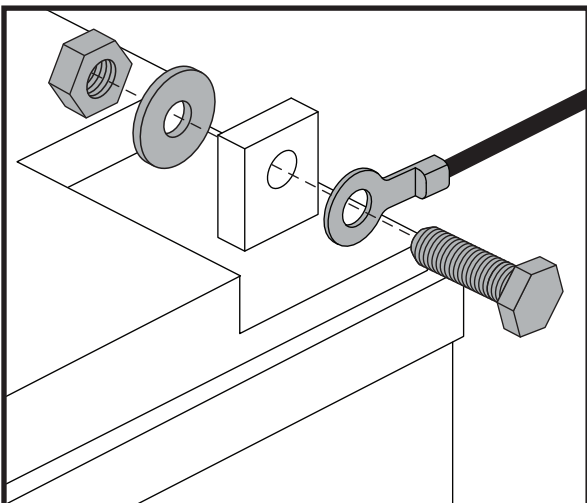

Figure 14. Batterie Borne Matériel
5. Débranchez les câbles des bornes des batteries en soulevant la couvercles des bornes et en desserrant le boulon et l'écrou sur chaque borne. **Voir la figure 14.**